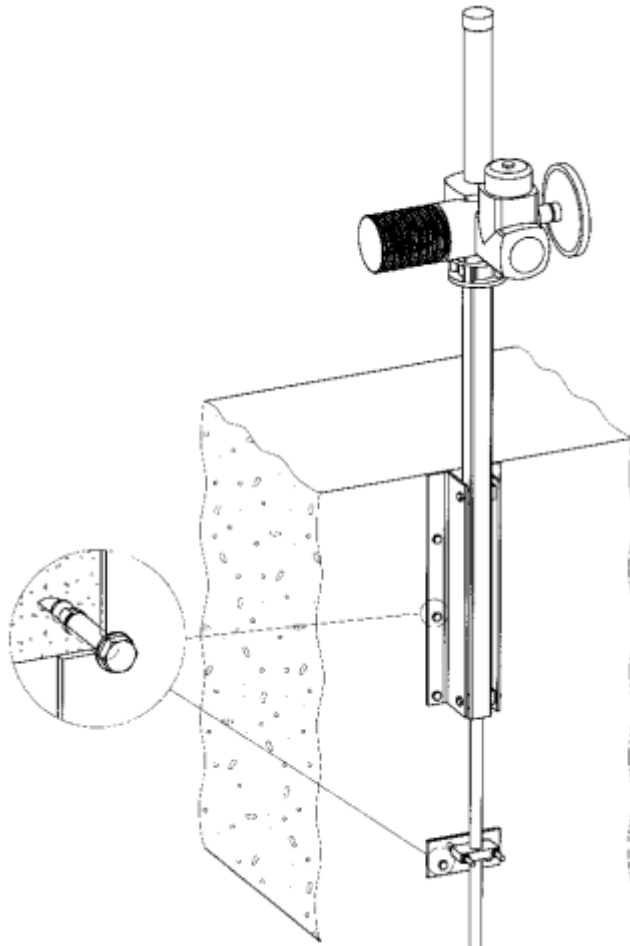

Abb. 11
- Ausrichten der gekuppelten Verlängerungsstange mit Senkblei und Wasserwaage gemäss Abb. 11.